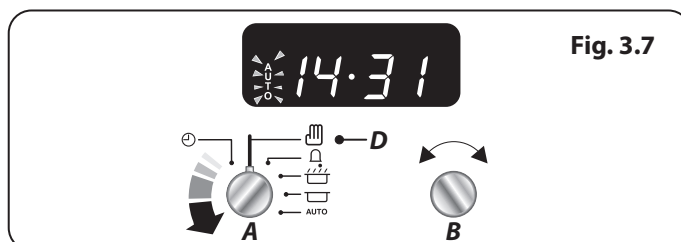

Fig. 3.7
4. Une fois la durée spécifiée écoulée, une alarme est émise et le four s'arrête de fonctionner. Le symbole « Cuisson » disparaît de l'affichage et le mot « AUTO » se met à clignoter (Fig. 3.7).
5. Lors de votre retour, replacez le bouton du Programmeur (A) sur la position Manuel (D) pour revenir au mode de cuisson manuel (Fig. 3.7).